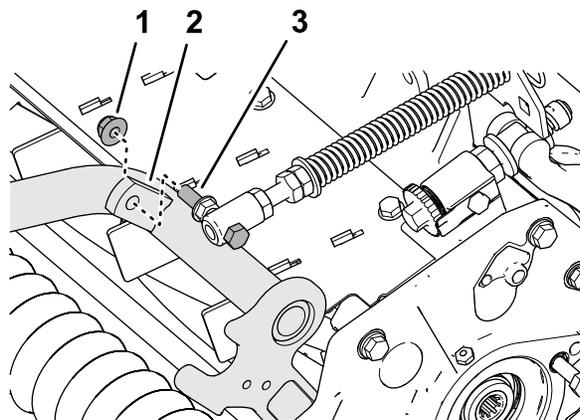

Рисунок 20
4. Установите колпачковый винт пружины компенсации состояния грунта на правый выступ несущей рамы (Рисунок 20) с помощью фланцевой контргайки ($\frac{3}{8}$ дюйма).